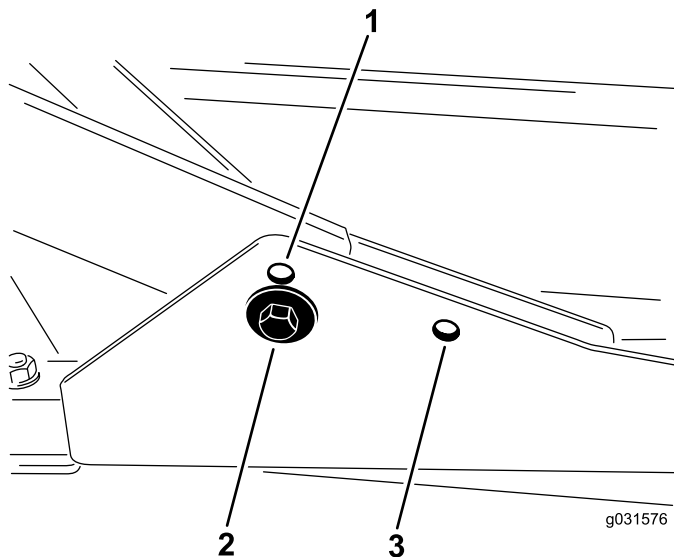

Figura 17
1. Pentru înălțimi de tăiere în intervalul de 2 până la 7,6 cm, montai cadrele de susinere frontale în orificiile de montare inferioare, frontale (Figura 17).
2. Pentru înălțimi de tăiere în intervalul de 6,3 până la 10 cm, montai cadrele de susinere frontale în orificiile de montare superioare frontale (Figura 17).
Pentru toate înălțimile de tăiere, montai unitatea de tăiere din spate în orificiile de montare din spate (Figura 17).